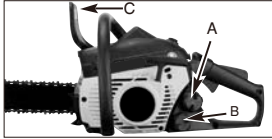

Fig. 7
1. Fyll bränsletanken (A) med rätt bränsleblandning. (Fig. 7).
2. Fyll oljetanken (B) med rätt olja till kedja och svärd (Fig. 7).
3. Kontrollera att kedjebromsen (C) är tillslagen före start (Fig. 7).